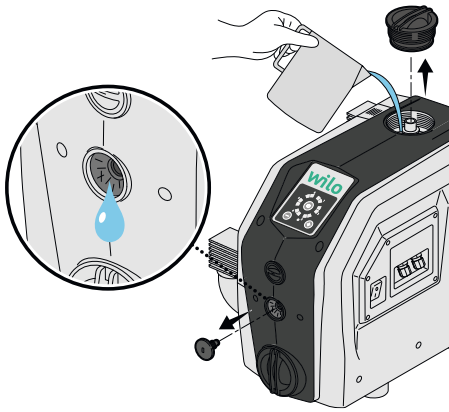

Fig. 8: Doldurma
2. Havalandırma deliğinden su çıkana kadar (Fig. 8) ürünü su ile (yakl. 1,5 L) doldurun.